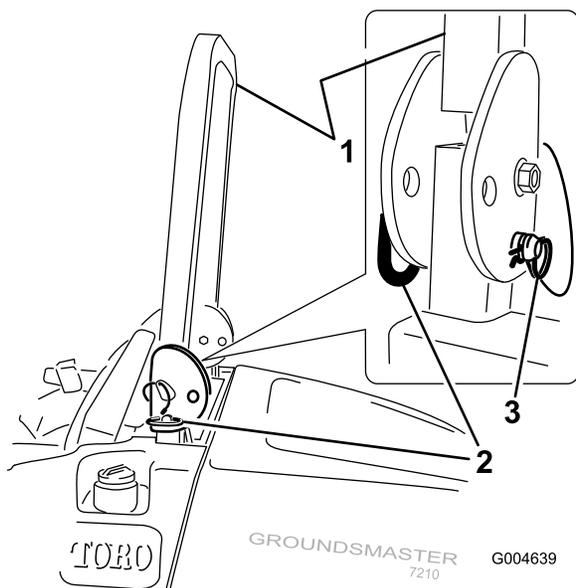

Figure 12
- Pour abaisser l'arceau de sécurité, retirez les goupilles fendues, poussez l'arceau de sécurité contre les ressorts et retirez les deux goupilles (Figure 12).
3. Posez les deux axes et fixez-les avec les goupilles fendues (Figure 12).
4. Pour relever l'arceau de sécurité, retirez les goupilles fendues puis les deux axes (Figure 12).
5. Relevez complètement l'arceau de sécurité puis insérez les deux axes et fixez ces derniers avec les goupilles fendues (Figure 12).